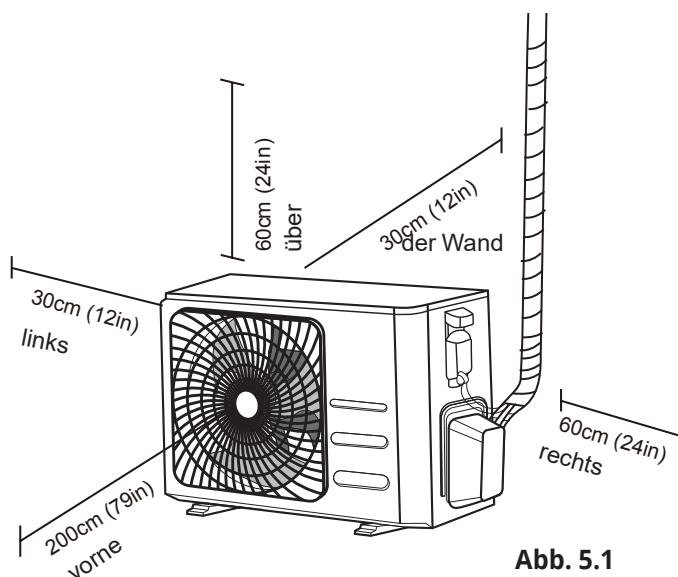

Abb. 5.1
- ☑ Sie erfüllen alle Anforderungen, wie im Abschnitt Spezifikationen des Installationsstandorts (Abb. 5.1) dargestellt